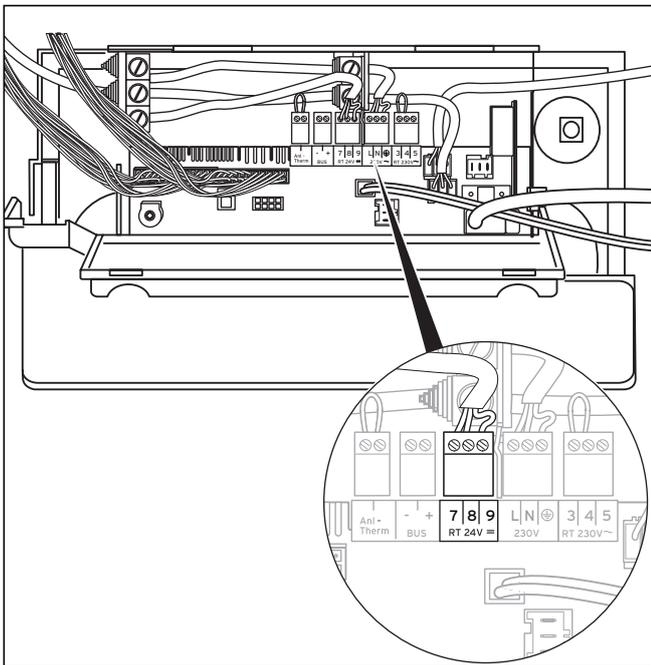

Abb. 5.12 Regelgeräte und Zubehöre anschließen
- ▶ Schließen Sie die Anschlusskabel entsprechend Abb. 5.12 an die entsprechenden ProE-Stecker bzw. Steckplätze der Elektronik an.